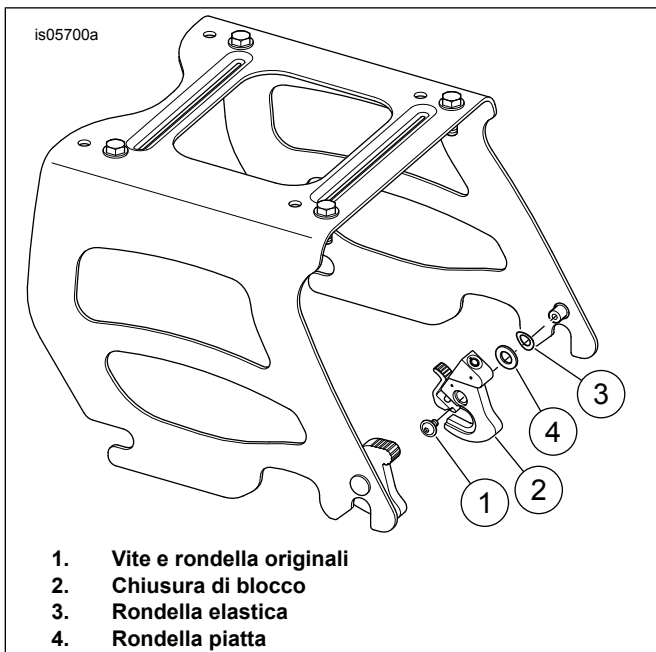

Figura 5. Installazione interna destra
1. Vedere Figura 5 Rimuovere la chiusura non bloccante destra ed eliminarla.
2. Installare la rondella piatta (4) dal kit sopra la rondella elastica sul mozzo di montaggio destro.
4. Installare la vite e la rondella originali (1).